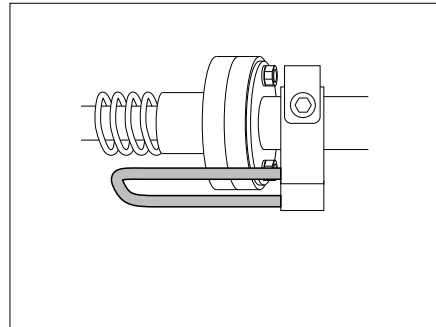

Fig. 152 Levier de sécurité en position de verrouillage
- Avant d'utiliser le lit, contrôler si le levier de sécurité se trouve dans la position de sécurité (Fig. 152).
- Mettre le levier de sécurité dans la position de sécurité (Fig. 152).